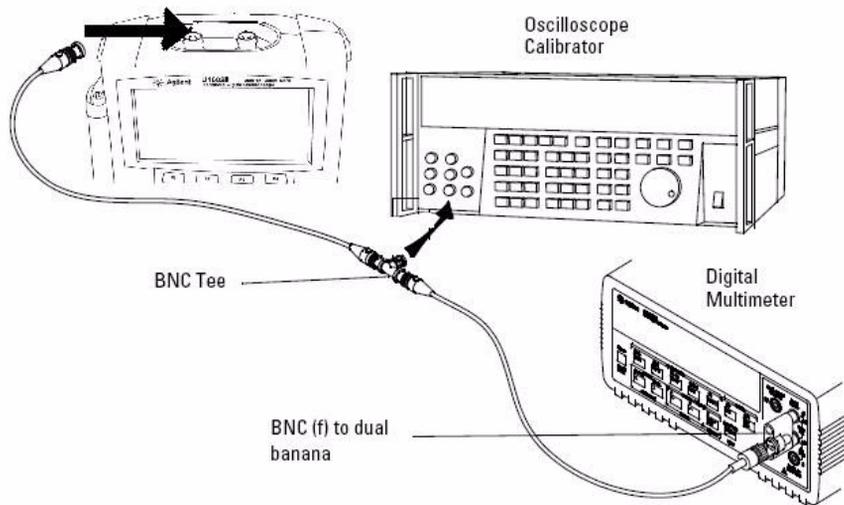

图 7-1 测试从校准器到仪器和数字万用表的连接
- 3 使用 BNC tee 和电缆将校准器 / 电源连接到仪器和万用表，如图 7-1 所示。